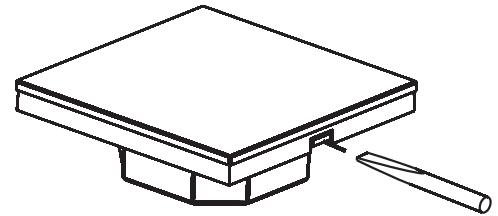

Рис.1. Отсоединение панели от корпуса
3.2. Аккуратно отделите лицевую панель от корпуса при помощи отвертки (Рис.1).